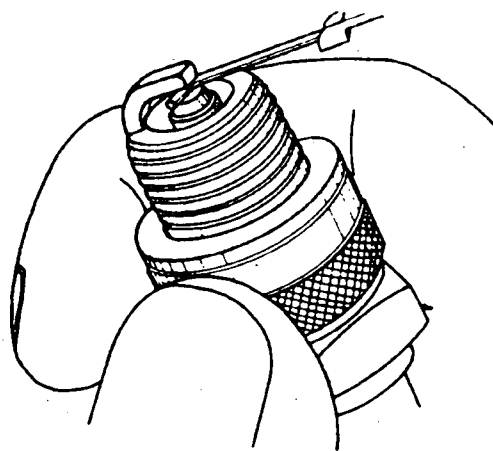

Fig. 5
- b Calibre os eletrodos (fig. 5) de acordo com as especificações.